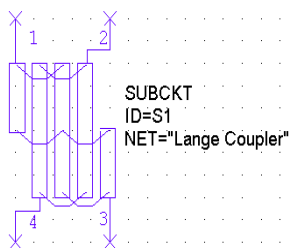

Рис. 4.40
5. Снова щёлкните по элементу ответвителя Ланге правой кнопкой мышки, выберите **Flip** и, вращая мышкой против часовой стрелки, создайте зеркальное отображение элемента. Элемент должен выглядеть, как показано на рис. 4.40.